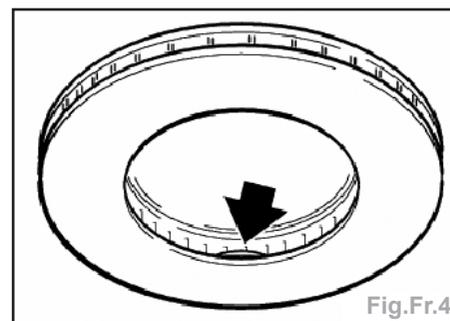

Fig.Fr.4
**Nota** (fig.Fr.4) : • les disques de frein ventilés sont équilibrés en usine, • ne retirer ou ne déplacer en aucun cas les agrafes d'équilibrage.